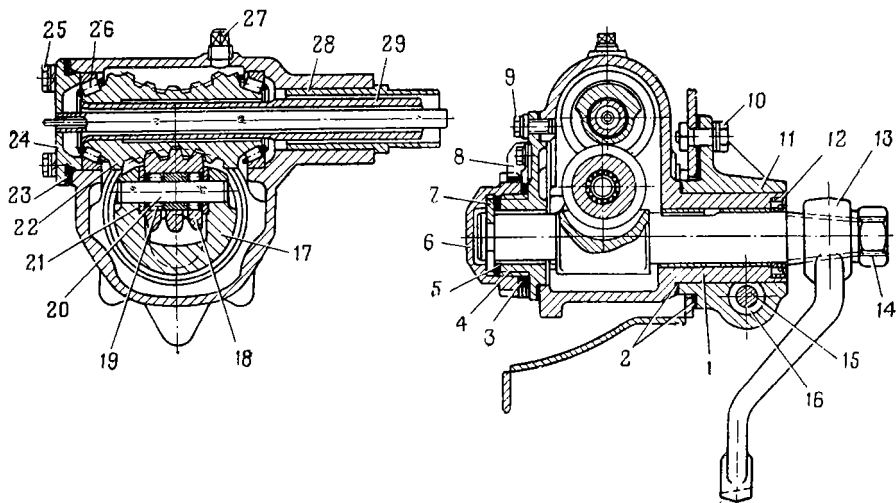
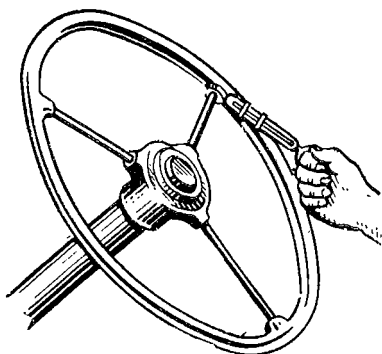

Рис. 12. Передача рулевого механизма:
Рис. 13. Проверка динамометром усилия поворота рулевого колеса
9. Отвернуть гайку 14 (рис. 12), сделать риски на рулевой сошке 13 и валу 17 и спрессовать сошку с вала.
1. Вывернуть пробку 27 (рис. 12) и слить масло из картера рулевого механизма. Налить свежее масло и ввернуть пробку.
Регулировка подшипников червяка осуществляется с помощью подбора регулировочных прокладок 23 (рис. 12) между крышкой 24 и картером 1 рулевого механизма. Толщину набора прокладок подбирают так, чтобы усилие (рис. 13) на рулевом колесе, необходимое для поворота червяка, было в пределах 0,35—0,9 кгс. При этом люфт червяка должен отсутствовать и подшипники не должны быть сильно затянуты. Если усилие меньше 0,35 кгс, толщину набора прокладок следует уменьшить, сняв лишние прокладки. Если же усилие больше 0,9 кгс, толщину набора прокладок следует увеличить.
3. В этом среднем положении, качивая рулевую сошку 13 (рис. 12), проверить зазор между роликом и червяком. Зазор должен отсутствовать или иметь величину не более 0,05 мм. Указанная величина зазора допускает перемещение нижнего конца сошки (на расстояние 180 мм от оси сошки) при ее качивании не более 0,15 мм. Если перемещение нижнего конца сошки более 0,15 мм, то необходимо отрегулировать зацепление.
3. Вынуть упорную шайбу 7 (рис. 12) и снять одну регулировочную шайбу 5 толщиной 0,05 мм.
5. Проверить люфт конца сошки. Если люфта нет или он не превышает $0,15$ мм, то проверить легкость вращения рулевого колеса. При правильной регулировке зацепления рулевое колесо должно проворачиваться в среднем положении без заедания с усилием в $1,7$ — $2,7$ кгс, замеренным на ободу колеса, как показано на рис. 13.